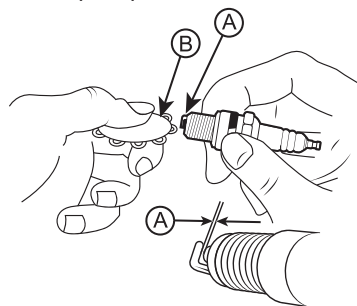

Рис. 15 Обслуживание свечи зажигания
4. Измерьте зазор А между электродами свечи зажигания специальным щупом В. Зазор должен быть 0,7-0,8 мм (Рис. 15). При увеличении или уменьшении требуемого зазора, рекомендуется заменить свечу, так как регулировка зазора может привести к изменению качества искробразования.